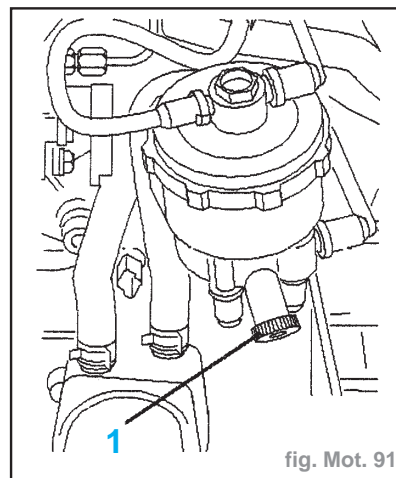

fig. Mot. 91
- Ouvrir la vis de purge d'eau (1) (fig. Mot. 91).